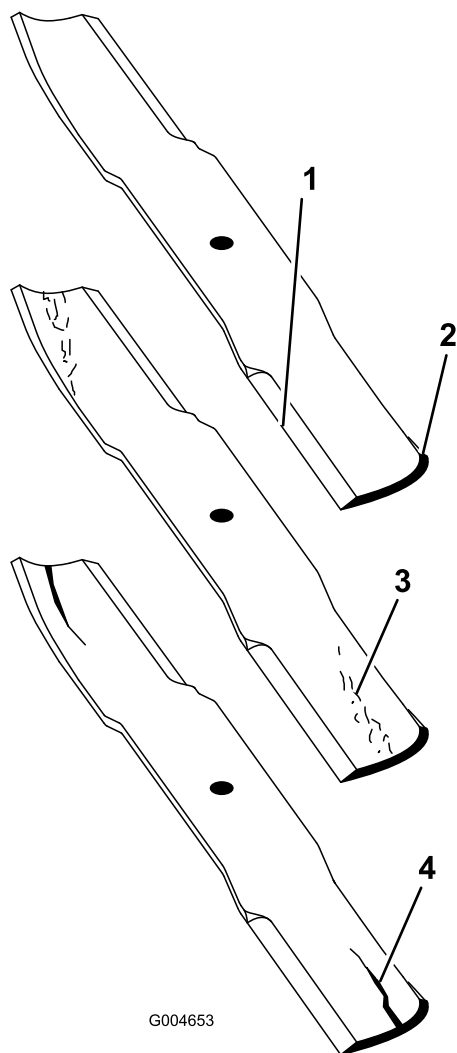

Figura 88
- Examine cuidadosamente los extremos de corte de la cuchilla, sobre todo en el punto de reunión entre la parte plana y la parte curva de la cuchilla (Figura 88). Puesto que la arena y cualquier material abrasivo pueden desgastar el metal que conecta las partes curva y plana de la cuchilla, compruebe la cuchilla antes de utilizar el cortacésped. Si se aprecia desgaste (Figura 88), cambie la cuchilla.